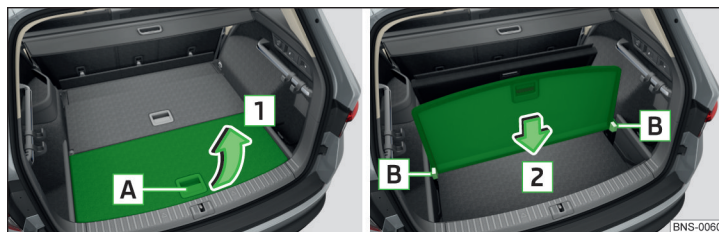

Fig. 156 Division du coffre à bagages
- » Pour **diviser** le coffre, soulevez la plaque arrière du sol de chargement variable par la poignée **A** dans le sens de la flèche **1** et insérez-la dans les rainures derrière les goujons de guidage **B** dans le sens de la flèche **2** » fig. 156.